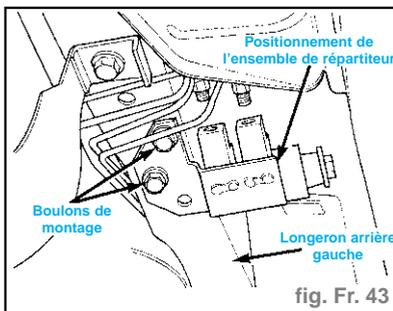

fig. Fr. 43
- Déposer les boulons fixant le support du répartiteur au longeron du véhicule. Déposer l'ensemble de répartiteur fixe du véhicule (fig. Fr. 43).